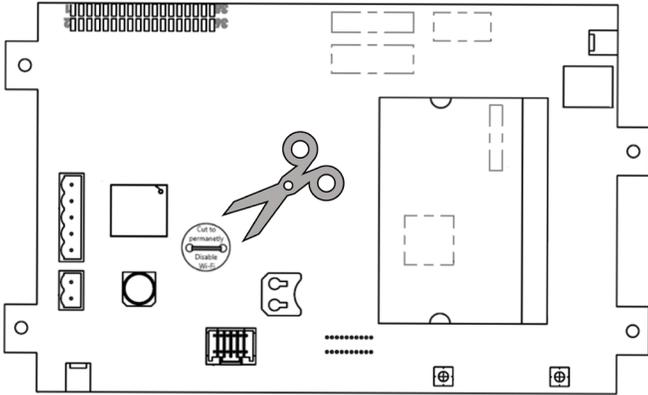

Figure 105. Couper pour désactiver le Wi-Fi
NOTE: si l'écran comprend un module Wi-Fi intégré, coupez le câble cavalier. La coupure de ce câble désactive le module Wi-Fi. Toute modification du câble ou de la carte électronique annule la garantie de l'assemblage de l'écran tactile, voir Figure 105.
5. Coupez le cavalier Wi-Fi comme dans la **Figure 105**.
NOTE: si l'écran comprend un module Wi-Fi intégré, coupez le câble cavalier. La coupure de ce câble désactive le module Wi-Fi. Toute tentative de modification du fil ou de modification de la carte annulera la garantie de l'assemblage de l'écran tactile, voir Figure 105.